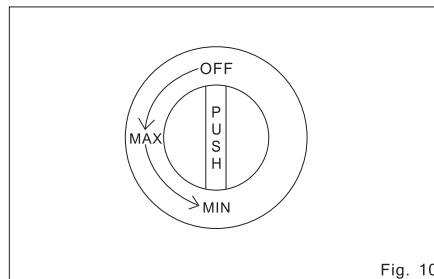

Fig. 10
• Mettez le bouton de réglage du gaz sur l'axe et appuyez-le fortement vers l'intérieur (fig. 10, 11).